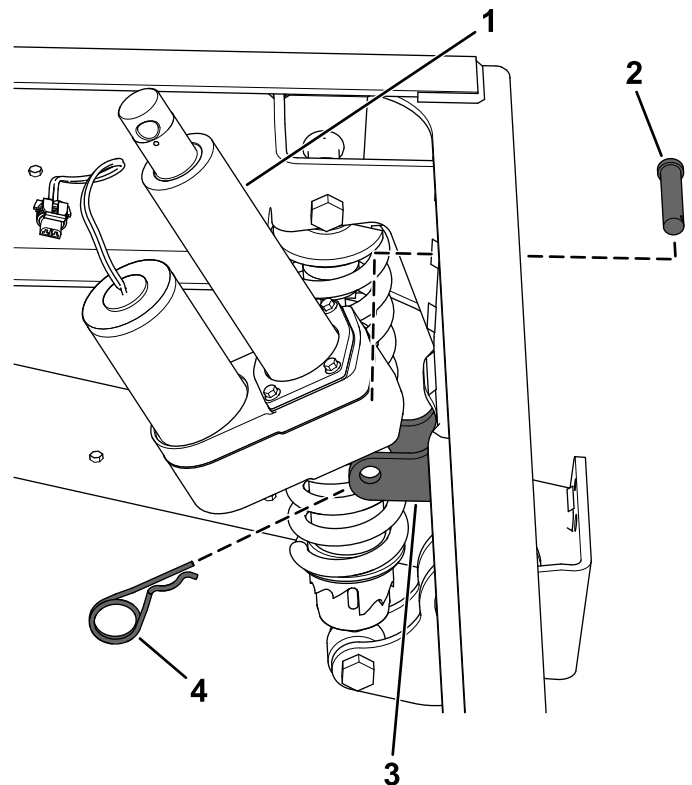

Figura 10
1. Allineate il foro nel punto di sostegno inferiore dell'attuatore di sollevamento con i fori delle staffe di sostegno dello chassis (Figura 10).
2. Fissate l'attuatore di sollevamento alle staffe di sostegno dello chassis con il perno con testa ($2\frac{1}{4}$ ") e la coppiglia (Figura 10).